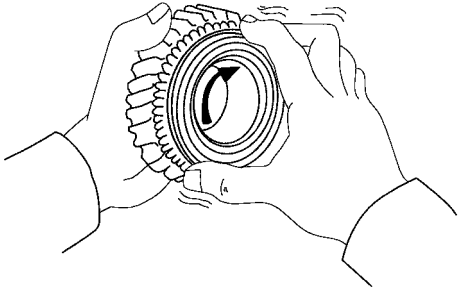

图 10-17 转动同步环并向内推
1) 转动同步环并将其向内推, 检查制动作用, 如图 10-17 所示。